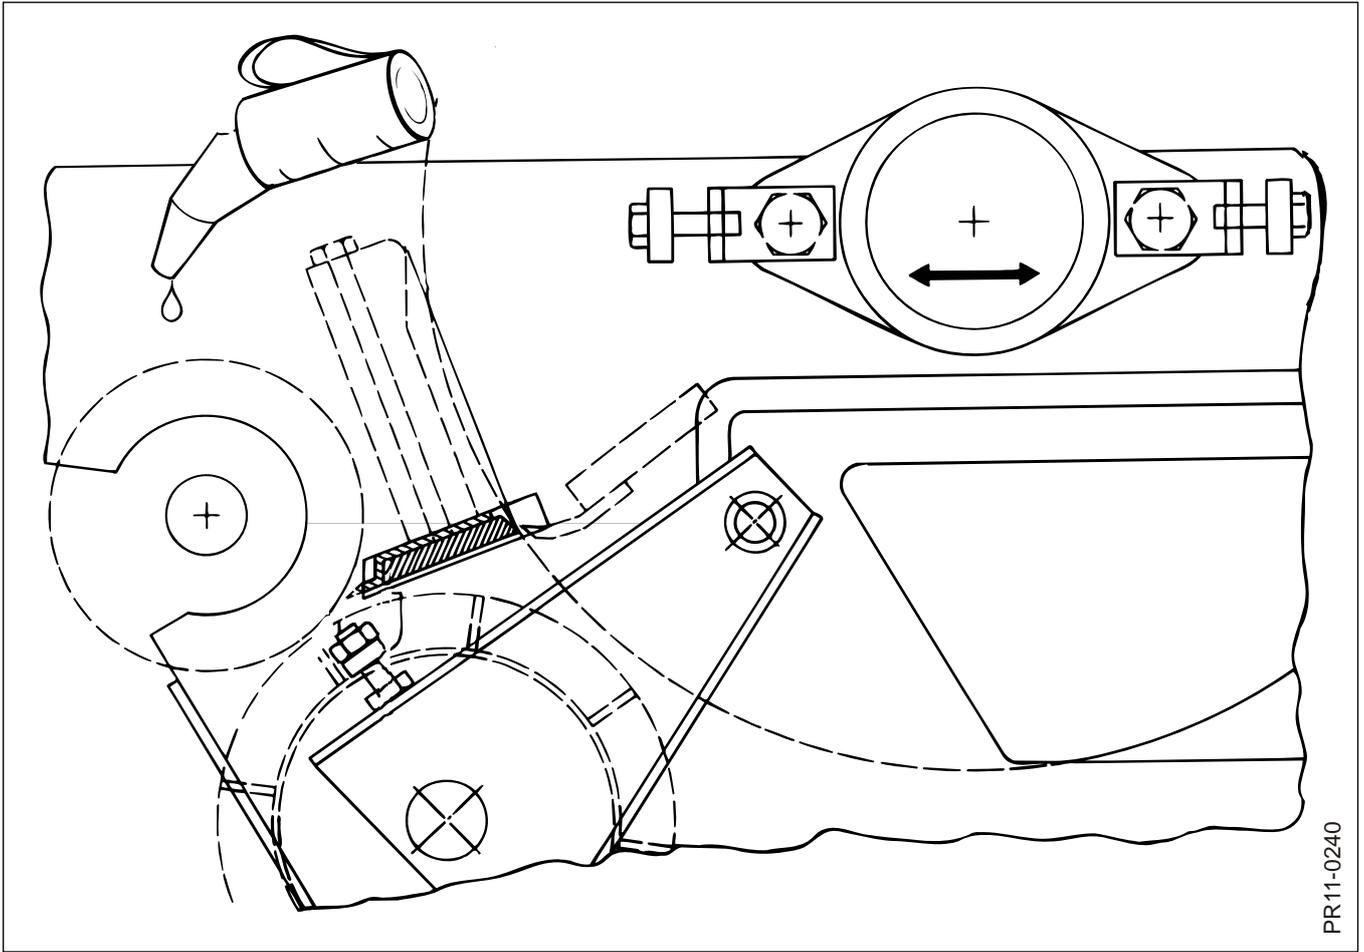

Fig. 6.1
**Fig. 6.1** Faire surtout attention que le rouleau d'alimentation lisse ne rouille pas. Si vous ne devez pas utiliser la machine pendant plus d'un jour, il est conseillé de la lubrifier avec un peu d'huile.